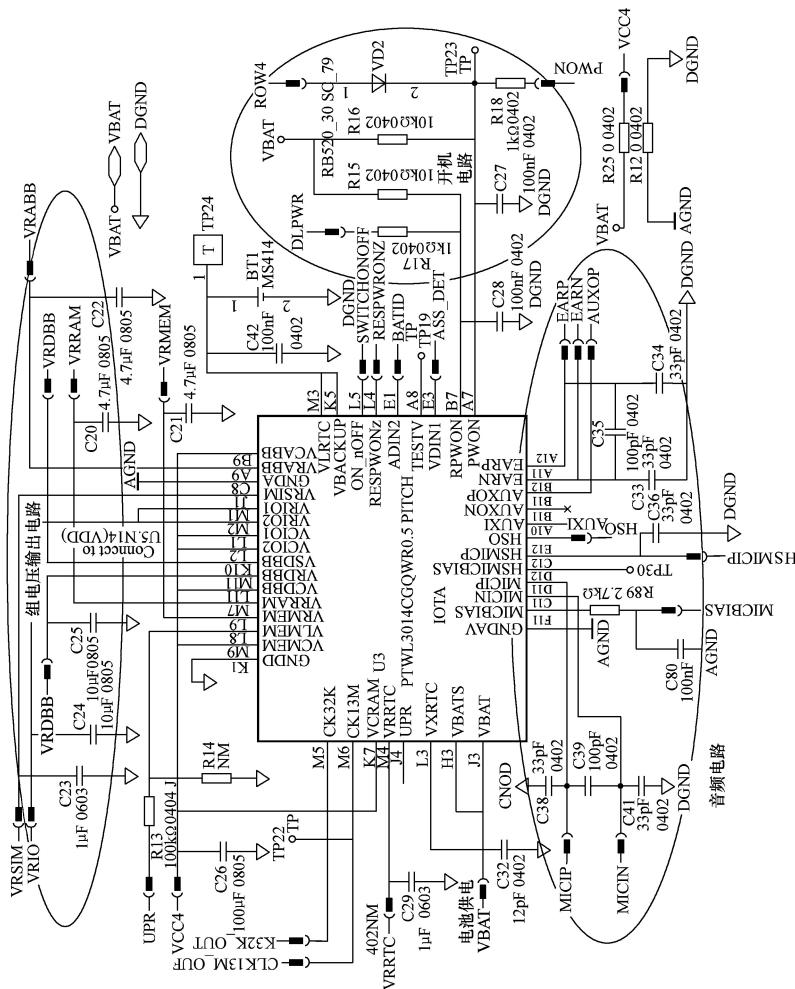

图 4-10 内引脚 BGA 封装的电源集成 IC
如图 4-10 所示，为内引脚 BGA 封装的电源集成 IC。
1) 电源 IC 功能引脚的英文含义及其正常工作的三大电路。我们先来对图 4-10 中电源 IC 的主要功能引脚的英文含义及其正常工作的三大电路作一简要的了解。
① 电池电压供电输入脚电路。如图 4-10 所示，H3 脚、J3 脚都有 VBATT 的英文，表示电池电压输入的意思。
在图 4-10 的左上方和右下方，都可以看到一个 VCC4 的英文符号。仔细看右下脚的 VCC4 是 VBATT 经过一个供电限流保护电阻 R25 (0Ω) 转换而来的，因此应该明白 VCC4 实际上就是电池电压 VBATT 的供电 3.6V，这个电压送到左上角电源 IC 的其他供电引脚，为稳压输出提供准备。
其对应的编号可以通过图 4-10 所示来看。由此可知，电源 IC 组电压输出都有滤波电容，这就是判断手机主板上电源 IC 的方法，也就是只要在手机主板上看到哪—个 IC 外围的电容元件又大又多那一定是电源 IC 了。
② 开机电路的判断。前面我们已经知道，开机电路的判断首先必须看有没有 ON/OFF 或者 POWER-ON、KEY、SW 等相关的英文。在图 4-10 中，我们在 A7 脚、B7 脚内部看到有 RPWON、PWON，它们表示开关，说明这两个引脚连接的一定是开机电路。
③ 组电压输出电路的判断。判断电源 IC 组电压输出，只需看看电源 IC 的引脚有多组 V 字母开头的英文，同时在输出端看到都有滤波电容，这就是我们要判断的组电压输出。这在前面“电池电压供电输入脚电路”一部分我们已作了解。
2) 内引脚 BGA 电源集成 IC 的工作原理简介。这里，我们主要就图 4-10 中电源 IC 开机部分的工作原理做一简要的了解。